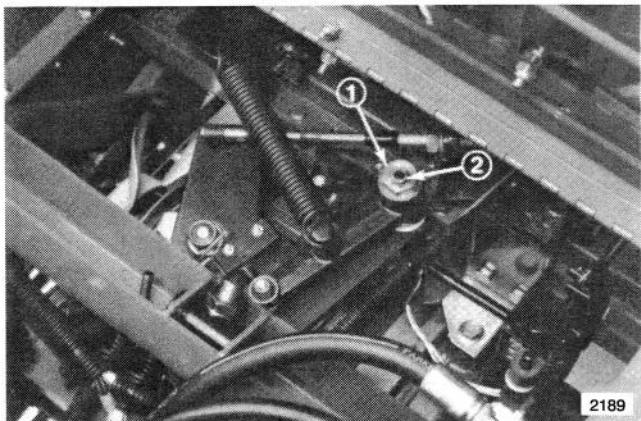

Figure 29
3. Desserrer le contre-écrou de la came de réglage (Fig. 29).
4. Mettre le moteur en marche et tourner la came de réglage dans un sens ou dans l'autre jusqu'à ce que les roues ne tournent plus (Fig. 29).
5. Couper le moteur et serrer le contre-écrou pour fixer le réglage (Fig. 29).